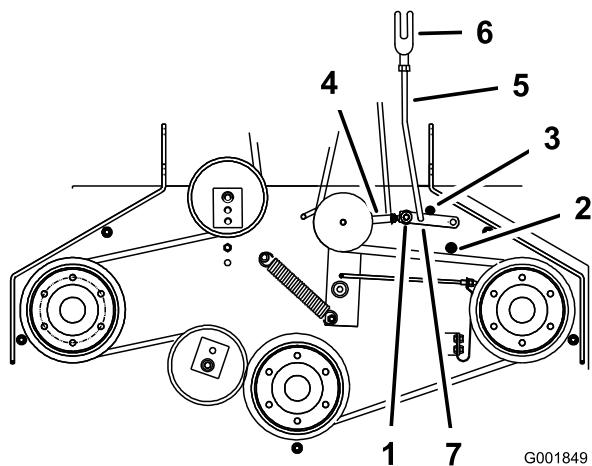

Figure 47
- Vérifiez que le bras d'assistance est en appui contre la butée arrière sur le plateau (Figure 47).
- Le bras d'assistance doit toucher la buté avant sur le plancher. Dans le cas contraire, réglez le levier coudé pour le rapprocher du renfort (Figure 47).
8. Pour ajuster la biellette du bras d'assistance, enlevez la goupille fendue du bras d'assistance (Figure 47).
11. Installez la biellette dans le bras d'assistance et fixez-la avec la goupille fendue (Figure 47).